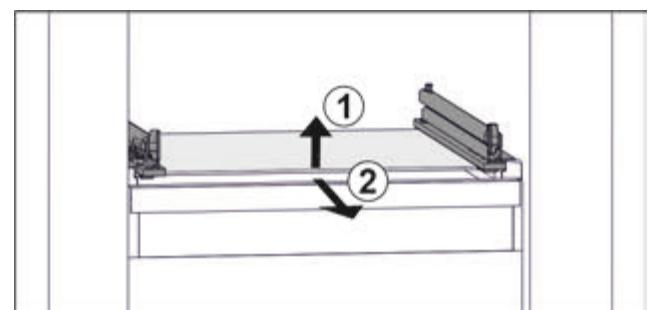

Fig. 112 Приближене відображення скляної пластини
- Підняти скляну пластину спереду. Fig. 112 (1)
- Вийняти скляну пластину рухом вперед. Fig. 112 (2)